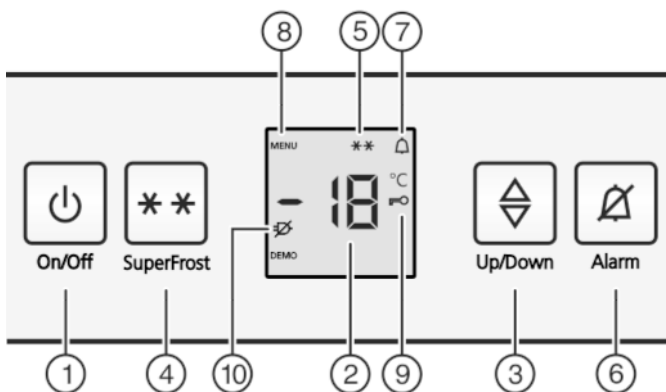

Fig. 2
- ▶ Pritisnite tipku za On/Off Fig. 2 (1).
- ▶ Aktiviranje načina rada s namještanjem: Pritisnite tipku SuperFrost Fig. 2 (4) oko 5 sekundi.
- ▶ Na zaslonu se prikazuje simbol 'izbornik' Fig. 2 (8).
- ▶ Tipkom SuperFrost Fig. 2 (4) kratko potvrditi.
- ▶ Simbol 'osiguranje za djecu' Fig. 2 (9)svijetli na zaslonu.
- ▶ Kratko pritisnite tipku On/Off Fig. 2 (1).
- ▶ Tipkom SuperFrost *Fig. 2 (4)* kratko potvrditi.
- ▷ Simbol 'osiguranje za djecu' *Fig. 2 (9)* se gasi.
- ▶ Kratko pritisnite tipku On/Off *Fig. 2 (1)*.
- ▶ Pritisnite tipku za alarm *Fig. 2 (6)*.
Istovremeno trepće indikator temperature i simbol za alarm *Fig. 2 (7)*.
Zvučni alarm se automatski gasi, simbol za alarm *Fig. 2 (7)* se gasi, a indikator temperature prestaje treptati, kada je temperatura ponovo dovoljno niska.